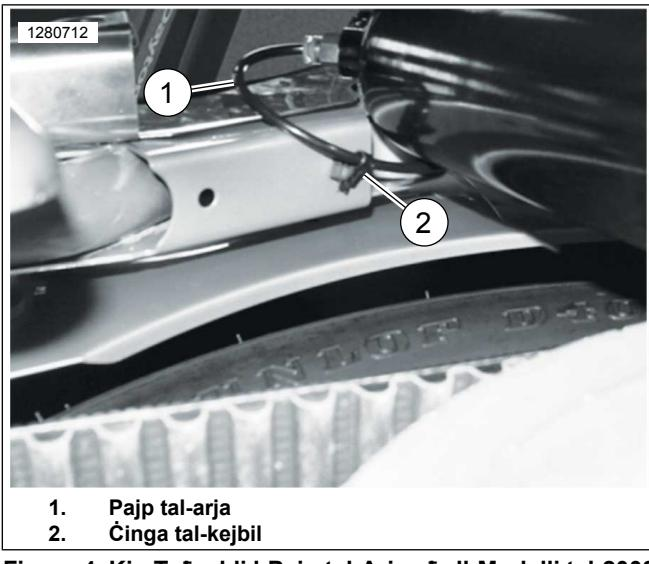

Figura 4. Kig Tgħaddi l-Pajp tal-Arja għall-Mudelli tal-2003 u l-Mudelli aktar Reċenti
- Mudelli tal-2003 u dawk ta' wara:** Ara Figura 4 . Neħħi l-pajp tal-arja tal-assorbatur tal-iskossi tan-naħha tax-xellug (1) mill-valv tal-arja, u erga għaddi minn taħt l-immuntar ta' fuq tal-assorbitur. Uża c-ċinga tal-kejbil (2) sabiex tankra l-pajp tal-arja kif muri u ma thalix li jintlewa jew jingħafas. Installa mill-ġdid il-pajp tal-arja mal-valv tal-arja, u installa l-valv tal-arja fit-toqba immarkata "F" fuq il-brekit tan-naħha tax-xellug.